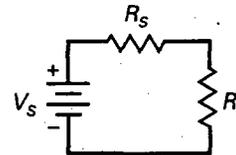

Figura 1-17
- 1-6. En la Figura 1-17 la tensión ideal es de 9 V y la resistencia interna es de 0,4 Ω . Si la resistencia de carga vale cero, ¿qué valor tiene la corriente por la carga?
- 1-24. En el circuito de la Figura 1-17 la tensión ideal es de 10 V y la resistencia de carga es de 75 Ω . Siendo la tensión en la carga de 9 V, ¿cuánto vale la resistencia interna?, ¿es constante la fuente de tensión?